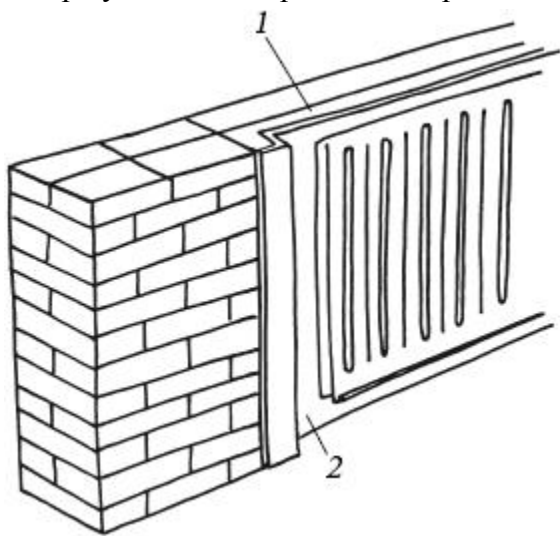

Рис. 21. Утепление стены за радиатором отопления: 1) рулонный утеплитель; 2) отражающая изоляция
3. Если отражающий слой на теплоизоляционном материале отсутствует, необходимо поверх утеплителя приклеить экран из алюминиевой фольги или фольгоизола (рис. 21).